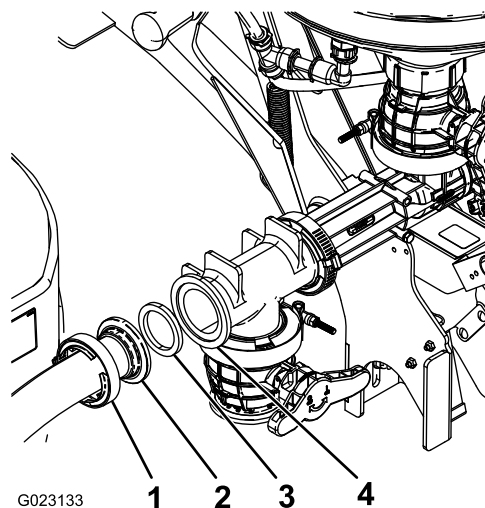

図 20
5. ホースのもう一方の端部を、エダクタの開口部前方を向いている開口部に取り付けるガスケットとウォームねじクランプを使用する 図 20。